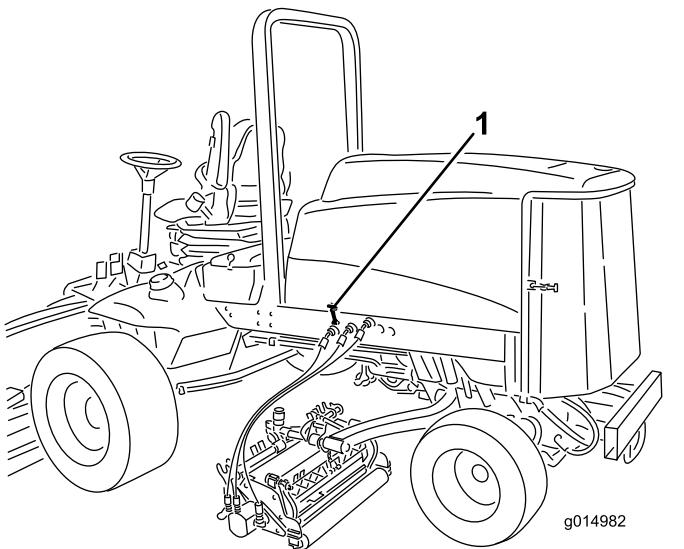

Figura 46
1. Rilasciate i fermi (Figura 46) e il perno del cofano e apritelo.